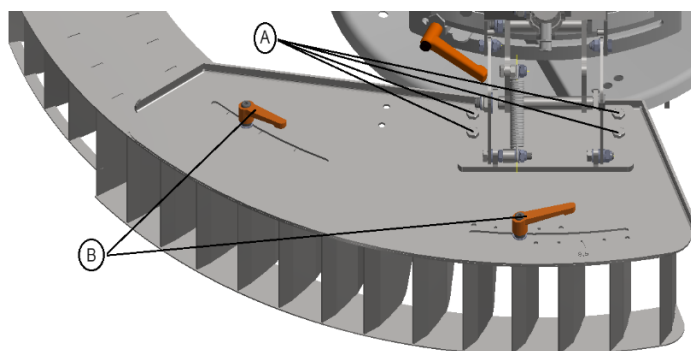

Figura 6.14 – Limitador de Bordas Lateral (posição de trabalho).
- Monte o bloco de alhetas na posição indicada, (Figura 6.14), ou seja, os 4 parafusos - **A** - na furação mais à direita no bloco;